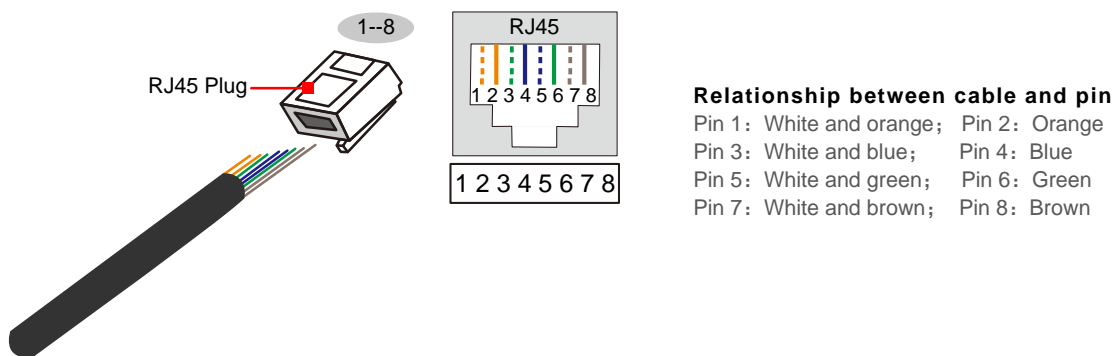
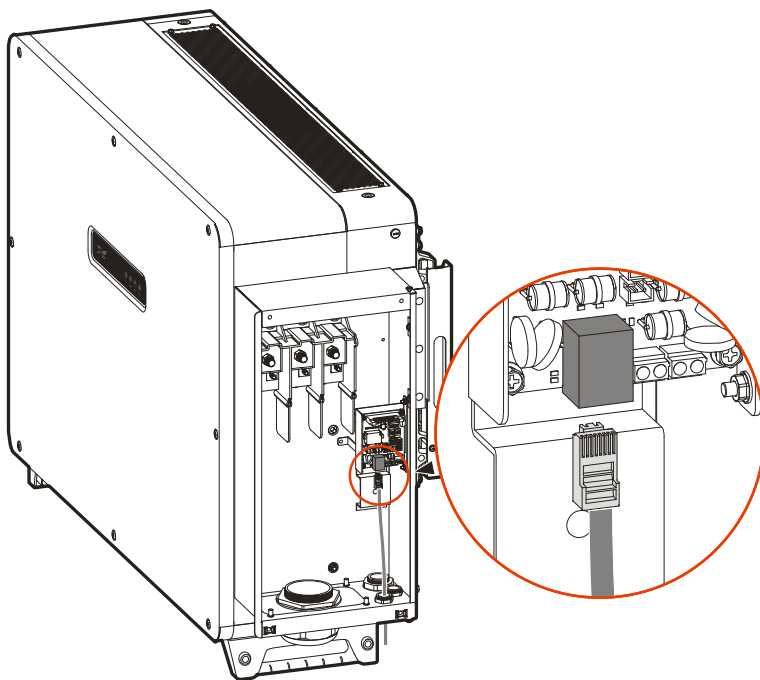

Рисунок 3-45 Схема обжима кабеля связи Ethernet
Рисунок 3-46 Ethernet-соединение
- Обожмите провод связи Ethernet, как показано на рис. 3-45, а затем вставьте его в порт Ethernet, как показано на рис. 3-46. Подключите другой конец к платформе мониторинга или маршрутизатору.